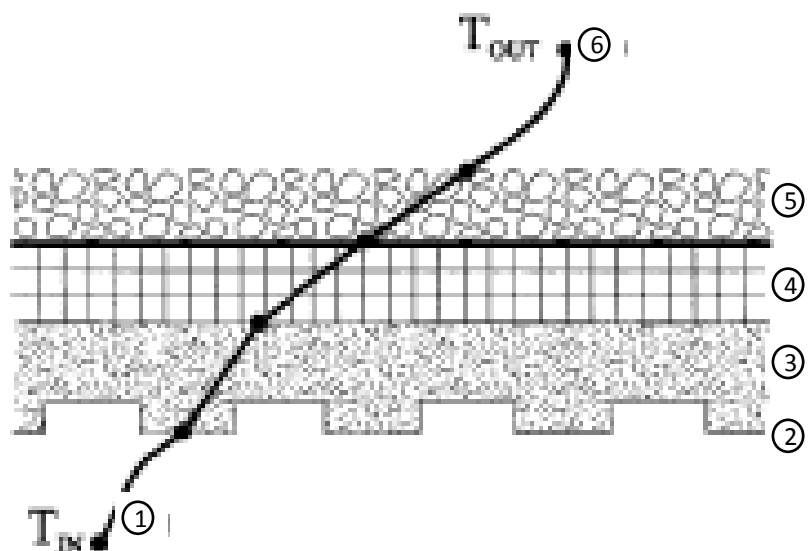

Figura 4-3 Sección de Manpostería
El tema final de esta sección es comparar el desempeño térmico de varias opciones de aislamiento. Para mostrar como se puede hacer esta comparación, consideraremos cuatro opciones de aislamiento en la posición (4) de la figura 4-3.